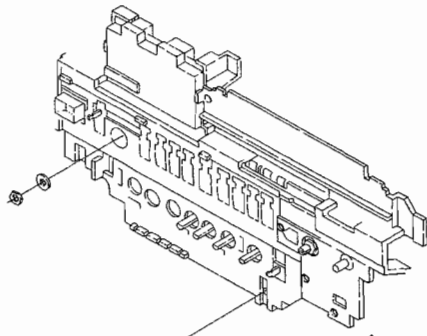

Figure 11-1
4. Remove one nut and one screw at the record/playback P.W.B. See Fig. 11-1.
4. Die einzelne Mutter und Schraube der Aufnahme-/Wiedergabe-Leiterplatte entfernen. Siehe Abbildung 11-1.
4. Enlever un écrou et une vis sur la plaquette de montage imprimé d'enregistrement/lecture. Voir la Figure 11-1.